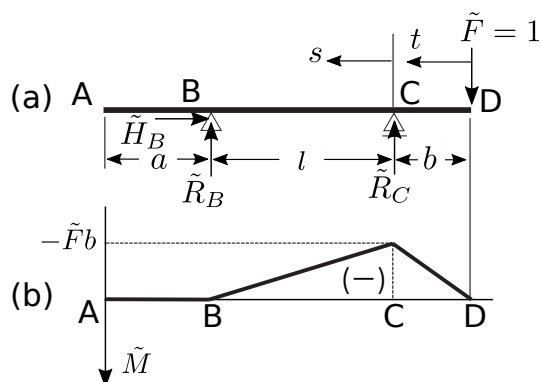

図 2: 単位荷重法における補助系とその曲げモーメント図 (問題 1).
4. 図 2 を補助系として単位荷重法を適用すればよい．補助系の曲げモーメントを区間 AB, BC, CD の順に $\tilde{M}_1, \tilde{M}_2, \tilde{M}_3$ とすれば,